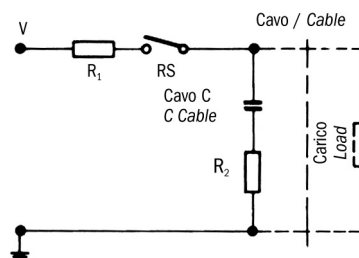
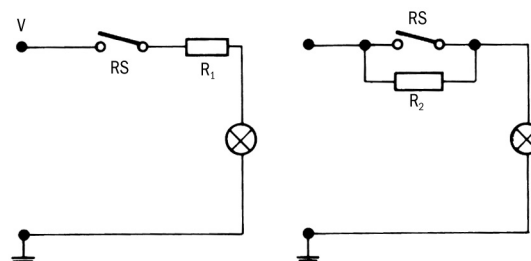

Fig. 4
Fig. 5 Circuito con lampada, resistenza in parallelo o in serie con il commutatore.
**2) Carichi capacitivi e lampade** Al contrario di quanto avviene con i carichi induttivi, con i carichi capacitivi e con lampada si hanno elevate scariche di corrente che possono provocare guasti immediati, e persino la saldatura dei contatti. Quando si commutano dei condensatori caricati o dei condensatori di linea, si ha un'immediata scarica la cui intensità dipende dalla portata e dalla lunghezza dei carichi. La corrente di scarica di picco è limitata da un resistore in serie con il condensatore, come è indicato nella fig. 4 (vedi pagina seguente). La dimensione del resistore sarà determinata in base alle possibilità esistenti nell'ambito di un particolare circuito. In ogni caso, dovrebbe essere il più grande possibile per limitare lo scarico di corrente entro limiti accettabili. Quanto detto vale anche per il carico con condensatori. Per quanto riguarda i circuiti con condensatori ad elevata scarica di corrente, andrebbero usati i circuiti come da fig. 5 (vedi pagina seguente), con R1 o R2.